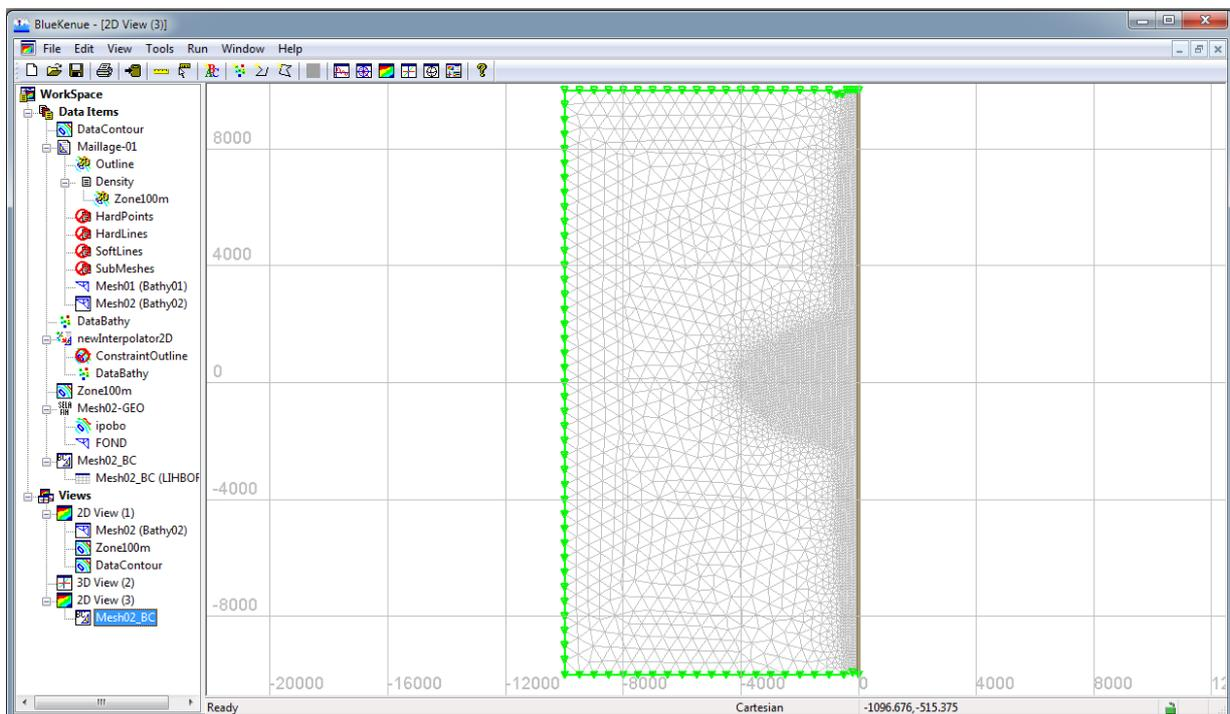

FIGURE 1.15 – Vue des conditions limites implémentées sur le maillage
- La frontière côté océan passe en vert (Fig. 1.15).